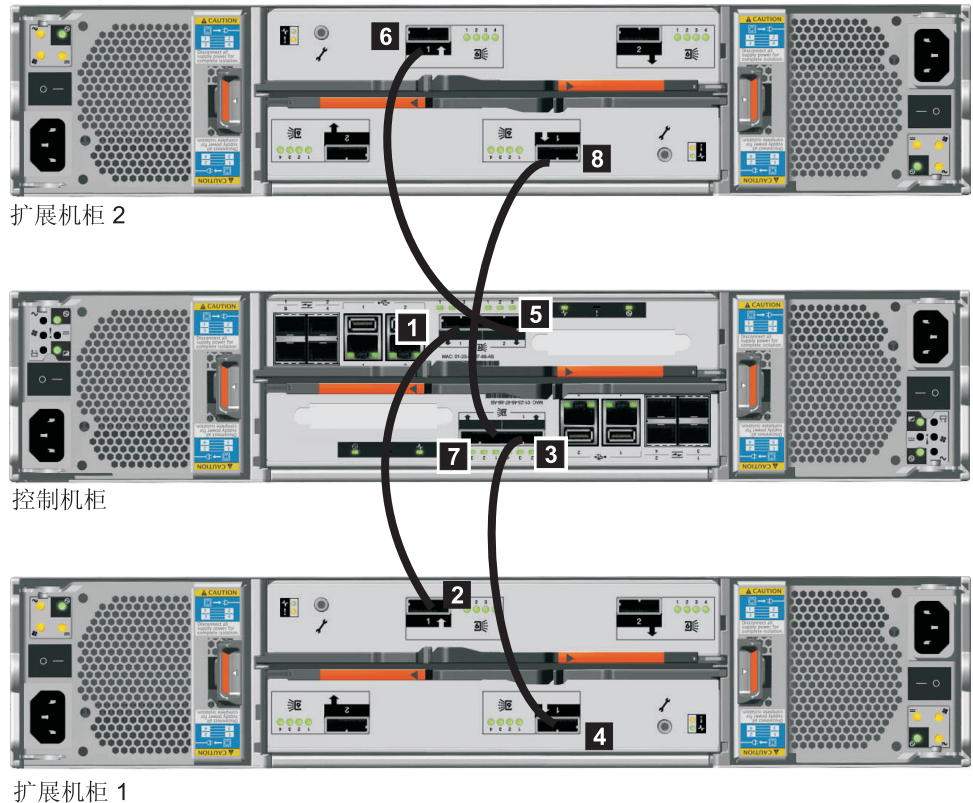

图 11. 添加第二个扩展机柜
- 将 SAS 电缆从控制机柜连接到第二个扩展机柜，如第 15 页的图 11 所示。第二个扩展机柜位于控制机柜上方。